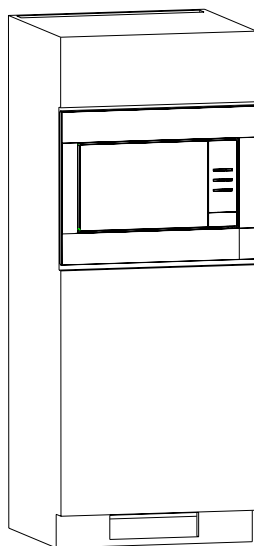

Fig 6
g) Ansamblul complet trebuie să arate ca cel indicat în Fig. 6.